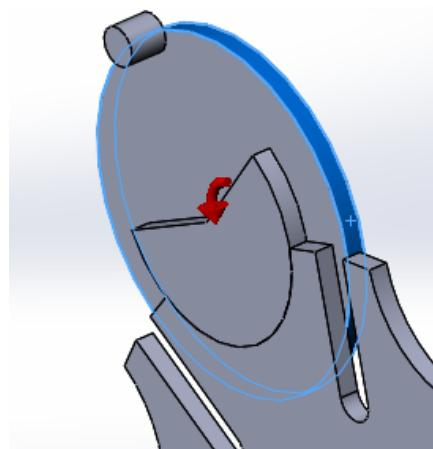

Рис. 6.14. Двигун обертання для деталі «Поводок»
3.3. За допомогою команди **Двигун** задайте на деталі «Поводок» двигун обертання (рис. 6.14) з частотою $60 \text{ об/хв.} = 1 \text{ об/хв.}$. Загальний час розрахунку встановіть 8 с. (по кількості зубців деталі «Зірка»).